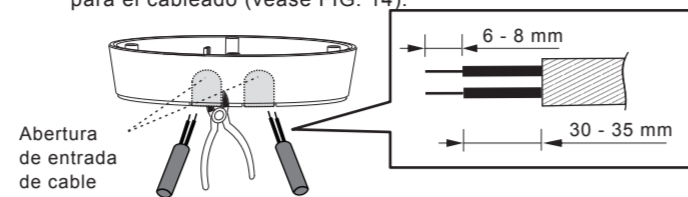

FIG. 14
4.4.3.2 Con el objetivo de introducir los cables de potencia CA por el lateral de la caja de empalmes, utilice los alicates para efectuar las aberturas de entrada del cable en el lateral de la caja de empalmes, y a continuación inserte los cables para proceder a la introducción. Elimine 6 - 8 mm de revestimiento para el cableado (véase FIG. 14).